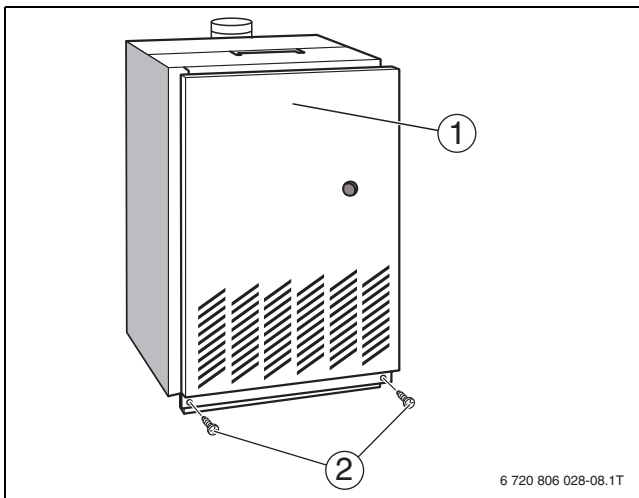

Fig. 2 (Dé)montage de la paroi avant de la chaudière
- ▶ Dévisser les vis de sécurité (→ fig. 2 [2]) en bas du panneau avant de la chaudière [1], soulever le panneau avant et le retirer par l'avant.
- ▶ Remonter le panneau avant de la chaudière (→ fig. 2, page 5).
- ▶ Démontez le panneau avant de la chaudière (→ fig. 2, page 5).